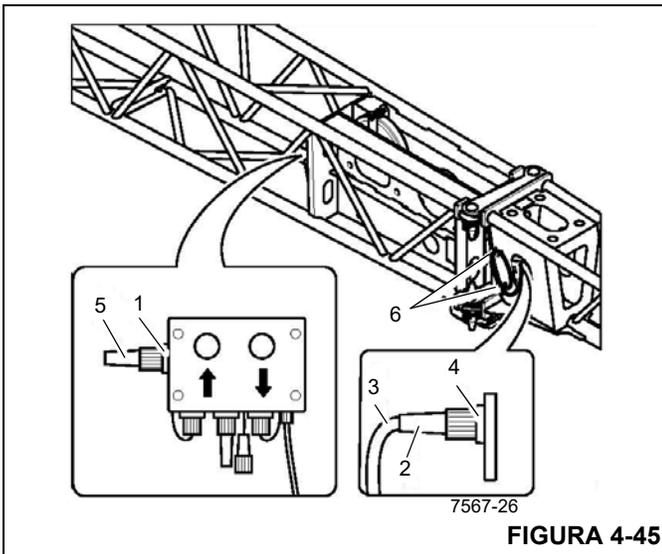

FIGURA 4-45
1. Retire el enchufe (2) del receptor (1) y conéctelo en el receptor falso (4) (Figura 4-45).
2. Enrolle el cable (3) en las orejetas de almacenamiento (6).
3. Retire el enchufe de puente (5) del receptor falso (4) y conéctelo en el receptor (1).